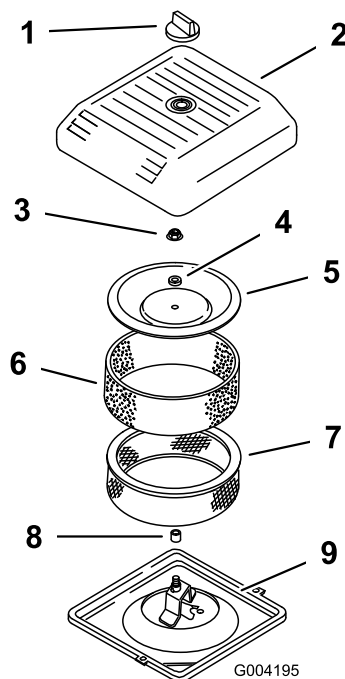

图44
3. 拧下旋钮并取下空气滤清器盖（图44）。
4. 小心将泡沫预滤器滑出纸质滤芯（图44）。
5. 拧下护罩螺母，并取下护罩、隔片和纸质过滤器（图44）。
2. 将空气滤清器总成放到空气滤清器基座上（图44）。
3. 安装护罩、隔片、并使用护罩螺母固定（图44）。上紧螺母扭矩至 11N·m。
4. 安装空气滤清器盖、使用旋钮固定（图44）。